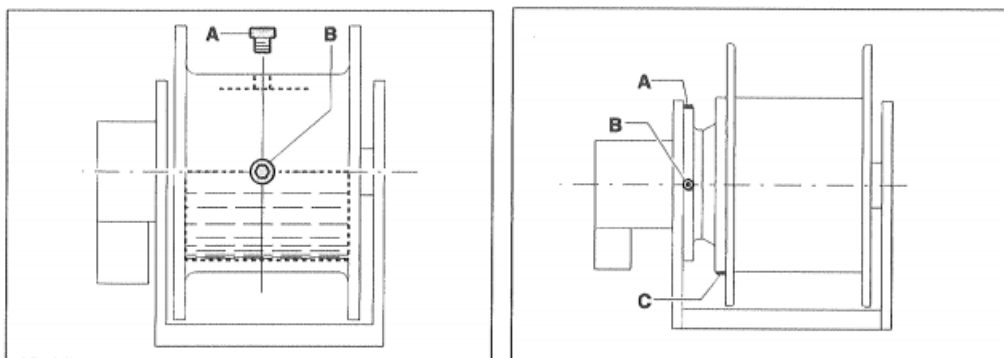

Рисунок 5.93. Процедура проверки и замены масла в редукторе лебедки
- Отвернуть пробку В, см. рис. 5.93.
Для замены масла в редукторе лебедки необходимо выполнить следующие действия, см. рис. 5.93: